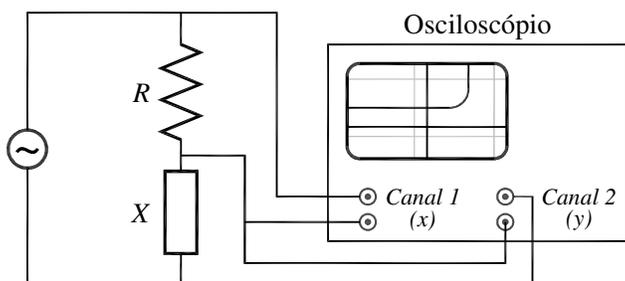

Figura 8 – Circuito utilizado para medir a curva V-I característica de componentes eletrônicos.
O osciloscópio permite observar a curva V-I de um componente. Isso pode ser realizado através da montagem mostrada na figura 8, que usa uma fonte de tensão alternada (gerador de funções) conectada a um circuito formado por um resistor R e um componente X cuja curva V-I se deseja conhecer. O osciloscópio é utilizado para medir a diferença de potencial no resistor e no componente X . Devido à alta impedância do osciloscópio, a corrente flui somente através do circuito série R - X . Os terminais do resistor R estão conectados no canal 1 do osciloscópio, enquanto que os terminais do componente X estão conectados no canal 2. Veja que os terras dos dois canais estão no mesmo ponto (entre R e X). Assim, uma queda de tensão no resistor aparece como positiva, e uma queda de tensão no componente X aparece como negativa. Para visualizarmos corretamente na tela do osciloscópio, devemos ativar a função CH2 Invert.
a) Monte o circuito da figura 8 com $R = 10 \text{ k}\Omega$. A configuração sugerida para o osciloscópio é modo horizontal X-Y, 5 V/divisão, canal 2 em modo invert e acoplamento DC em ambos os canais. (você poderá otimizar esta configuração). Use o gerador de funções, com sinal senoidal de amplitude máxima e frequência 100 Hz.